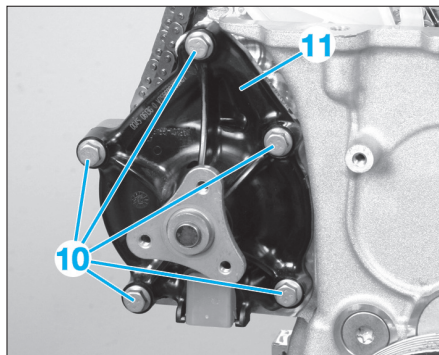

Fig. 21
- les colliers de maintien du faisceau électrique (7),
- la vis (8),
- le support de faisceau électrique (9).
- Déposer les vis (10) de la pompe à eau (11) (Fig.21).